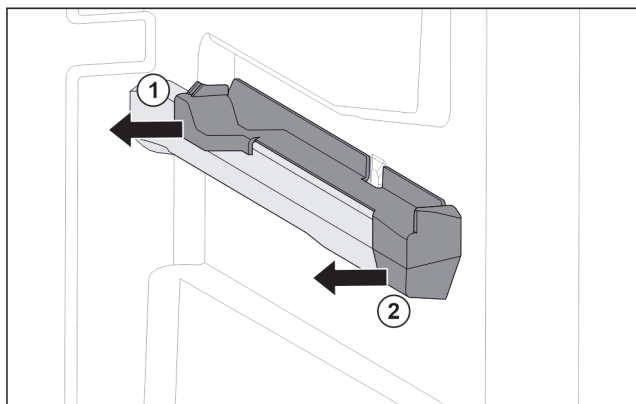

Fig. 118 Вставна частина на правому ребрі для резервуару
- ▶ Відсунути вставну частину назад вбік. Fig. 118 (1)
- ▶ Відсунути вставну частину вперед вбік. Fig. 118 (2)